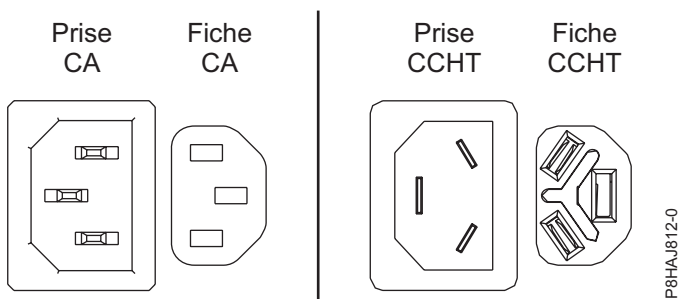
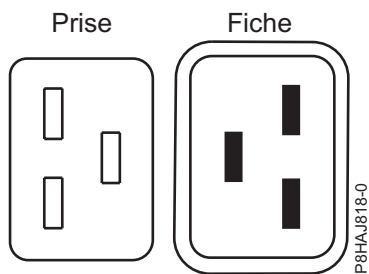
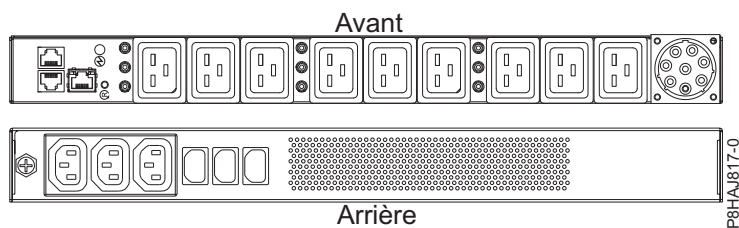

Figure 38. Connecteurs CA et CCHT
Figure 39. Connecteurs pour le système 8408-44E
Figure 40. Unité d'alimentation pour le système 8408-44E
La figure 38, à la page 53 représente les connecteurs pour courant alternatif (CA) et courant continu haute tension (CCHT) pris en charge. Les figure 39, à la page 53 et figure 40, à la page 53 illustrent les